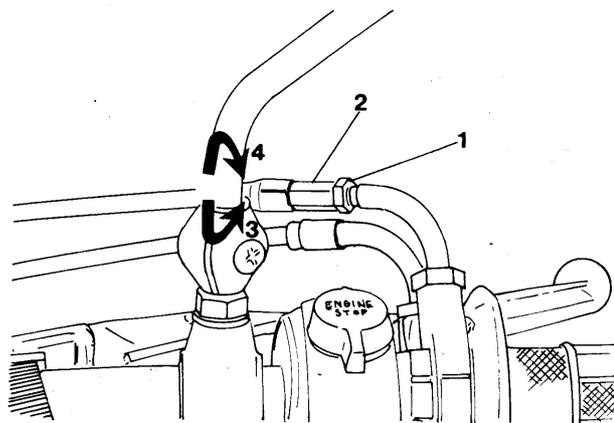
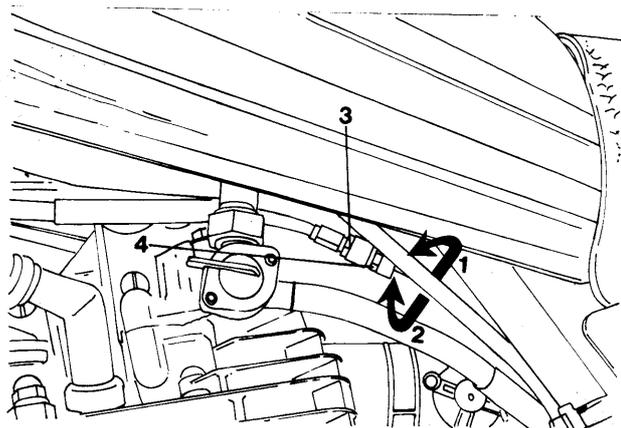

Bild 5 Gasdrehgriff einstellen
Bild 6 Gasdrehgriff einstellen
- Das Gasdrehgriffspiel kann an beiden Enden des Gasseilzugs eingestellt werden. Kleinere Einstellungen werden am oberen Seilzugeinsteller vorgenommen (Bild 5). Grössere Einstellungen werden am unteren Einsteller vorgenommen (Bild 6). Spiel durch Lösen der Kontermutter und Drehen des Einstellers regulieren. Die Kontermutter wieder anziehen.